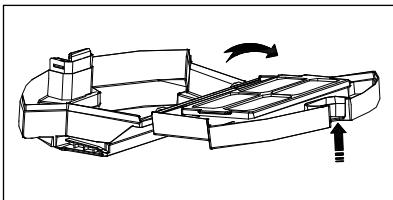

Fig. 8
- 2) Pressione o botão de desbloqueio 13 do reservatório de pó 14 e abra-o (ver fig. 8).